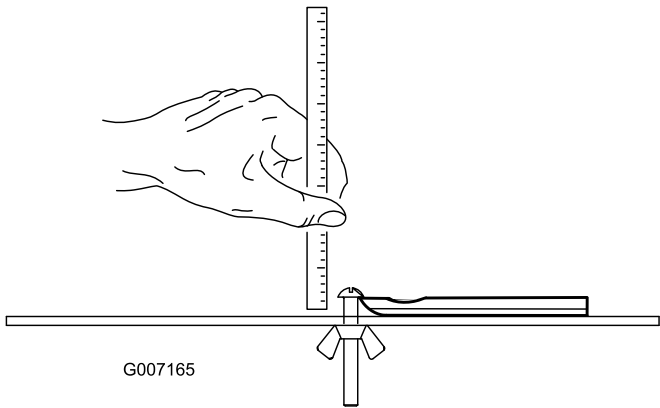

Figura 29
**Nota:** Todos los límites de ajuste de la contracuchilla se miden respecto a la cara inferior de la misma (Figura 29)